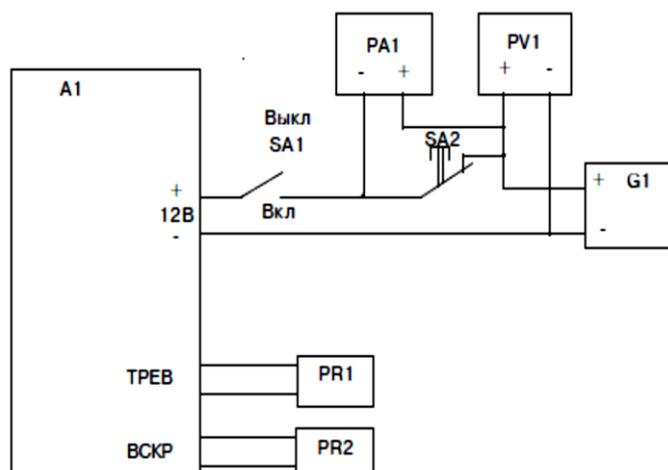

Рисунок 1. Схема соединений для проверки извещателя «Шорох-2»
- а) снять крышку извещателя и подключить (рисунок 1);
- а) снять крышку извещателя и подключить схему соединений для проверки извещателя «Шорох-2» (рисунок 1); установить переключатель SA1 в положение "ВЫКЛ"; установить на выходе источника питания G1 напряжение 12,0 В;